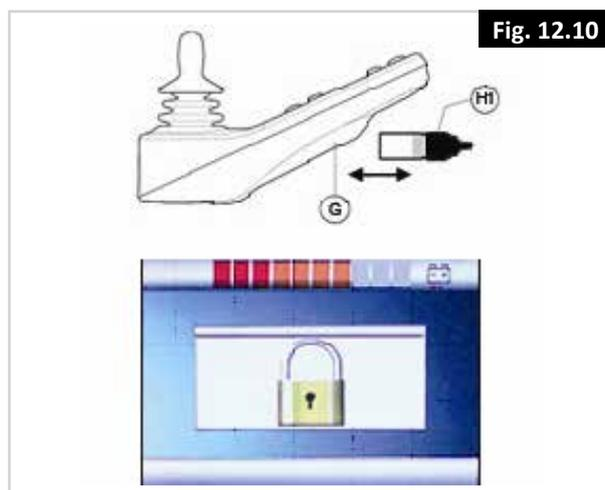

Fig. 12.10
Blocco dell'unità di comando con la chiave speciale (H1 in Fig. 12.10):
- Inserire e rimuovere la chiave speciale dalla presa per il caricabatteria dell'unità di comando (G in Fig. 12.10). L'unità di comando sarà ora bloccata e verrà visualizzata la schermata seguente.
- Inserire e rimuovere la chiave speciale dalla presa per il caricabatteria dell'unità di comando (G in Fig. 12.10). L'unità di comando è ora sbloccata.